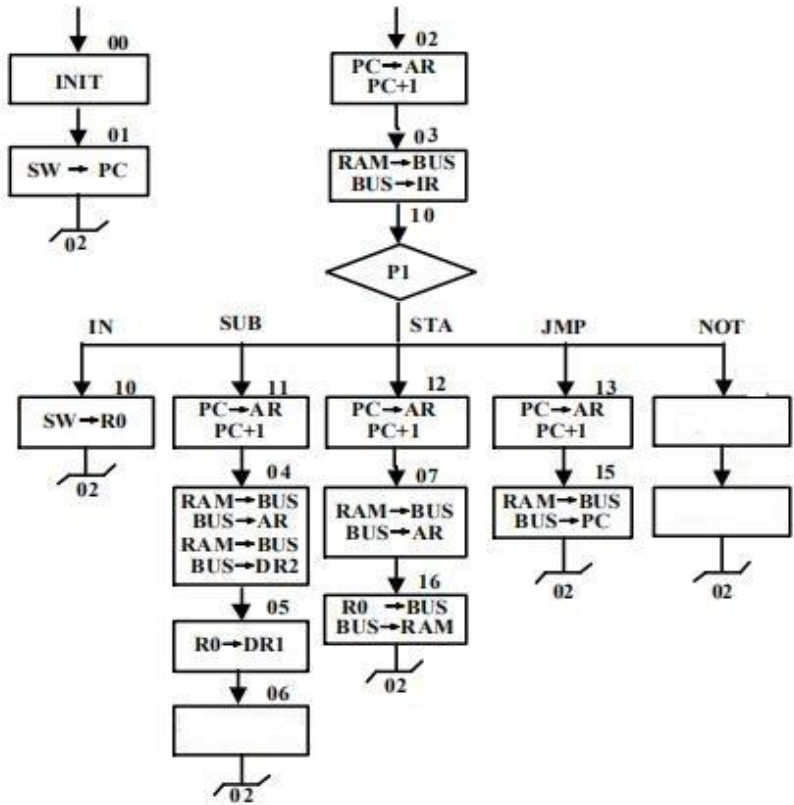

图 6.2 复杂模型机微程序流程图
1. 根据 SUB 指令及 NOT 指令的功能要求修改微程序流程图，将下面的图 6.2 补充完整。注意安排好微指令的存储地址，请在所有方框的右上角用八进制标出地址。